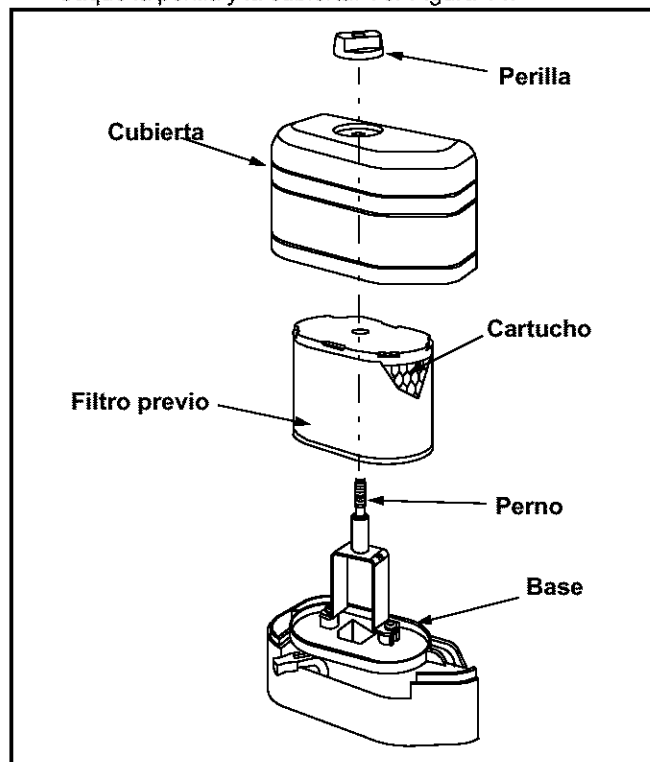

Figura 14
- Saque la perilla y la cubierta. Ver Figura 14.